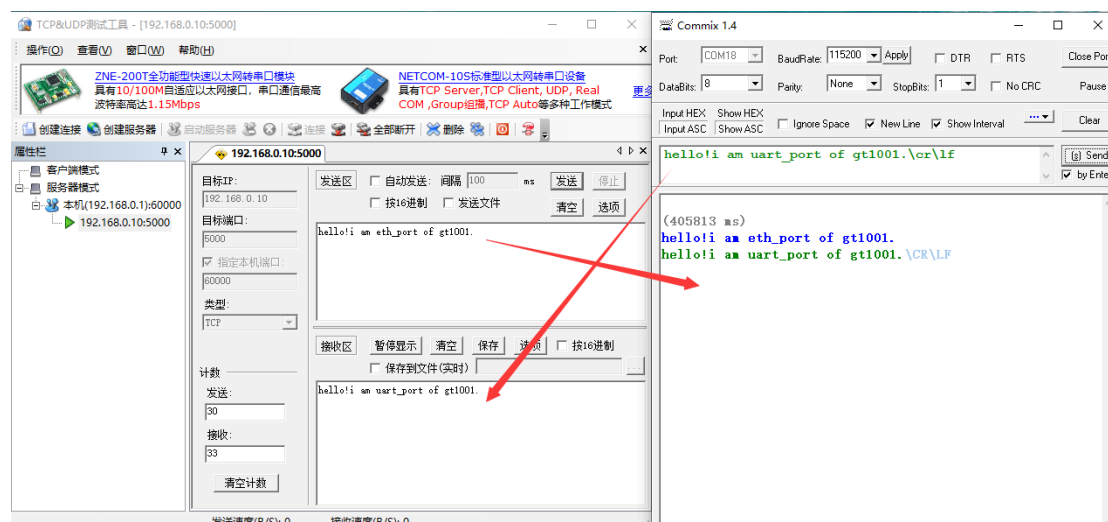

图 17-9 网络到串口数据传输界面
(7) 网络到串口数据流向传输测试：电脑 AA 网络->GT1301 网口->GT1301 串口->电脑 BB 串口。在电脑 AA 上网络调试工具发送区输入将要发送的数据，然后点击发送，可在电脑 AA 上接收到相应的数据，如图 17-9 所示。